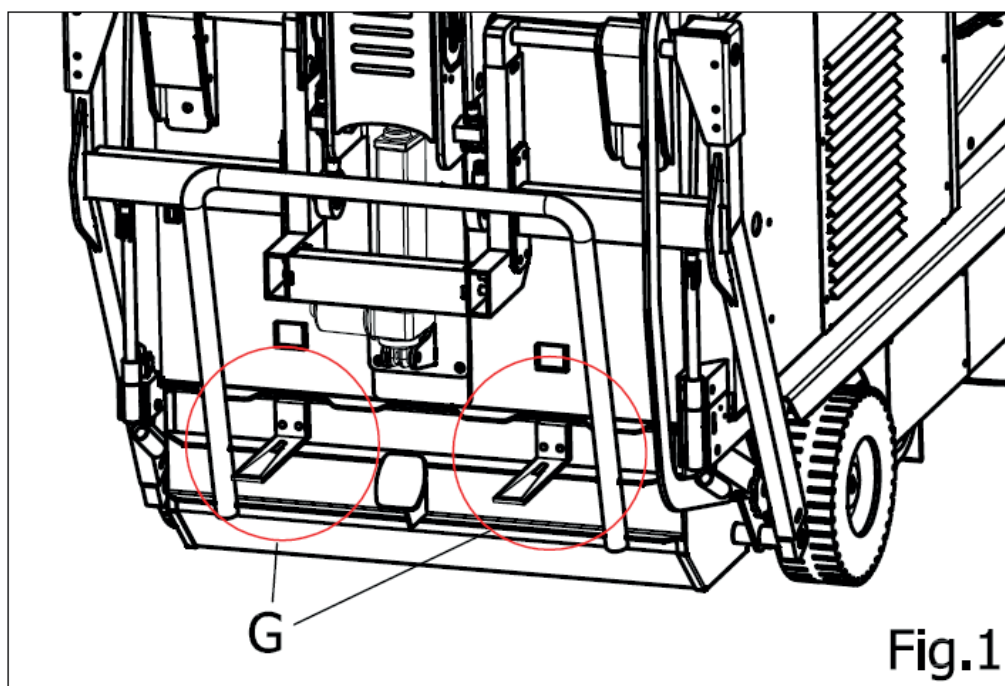
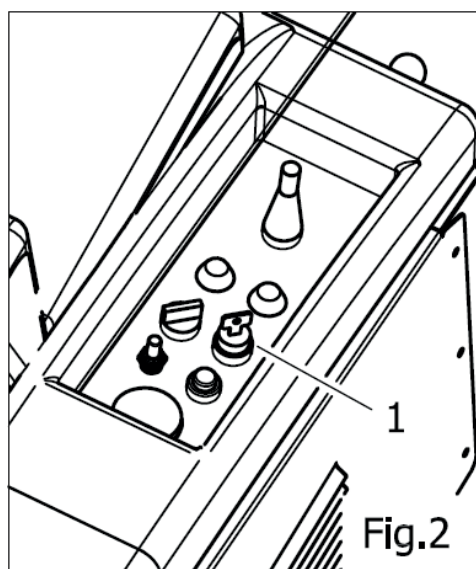

Fig.1
Fig.2
Premessa: per effettuare lo scarico, bisogna inserire il freno di parcheggio, scendere dalla macchina **senza spegnere la chiave d'avviamento** (Part. 1 Fig. 2), sganciare i ganci di chiusura (Part. G Fig. 1).
*Introduction: to unloading, you must insert the parking brake, get out of the sweeper **without turning off the ignition key** (Part. 1 Fig. 2), release the hooks (Part. G Fig. 1).*